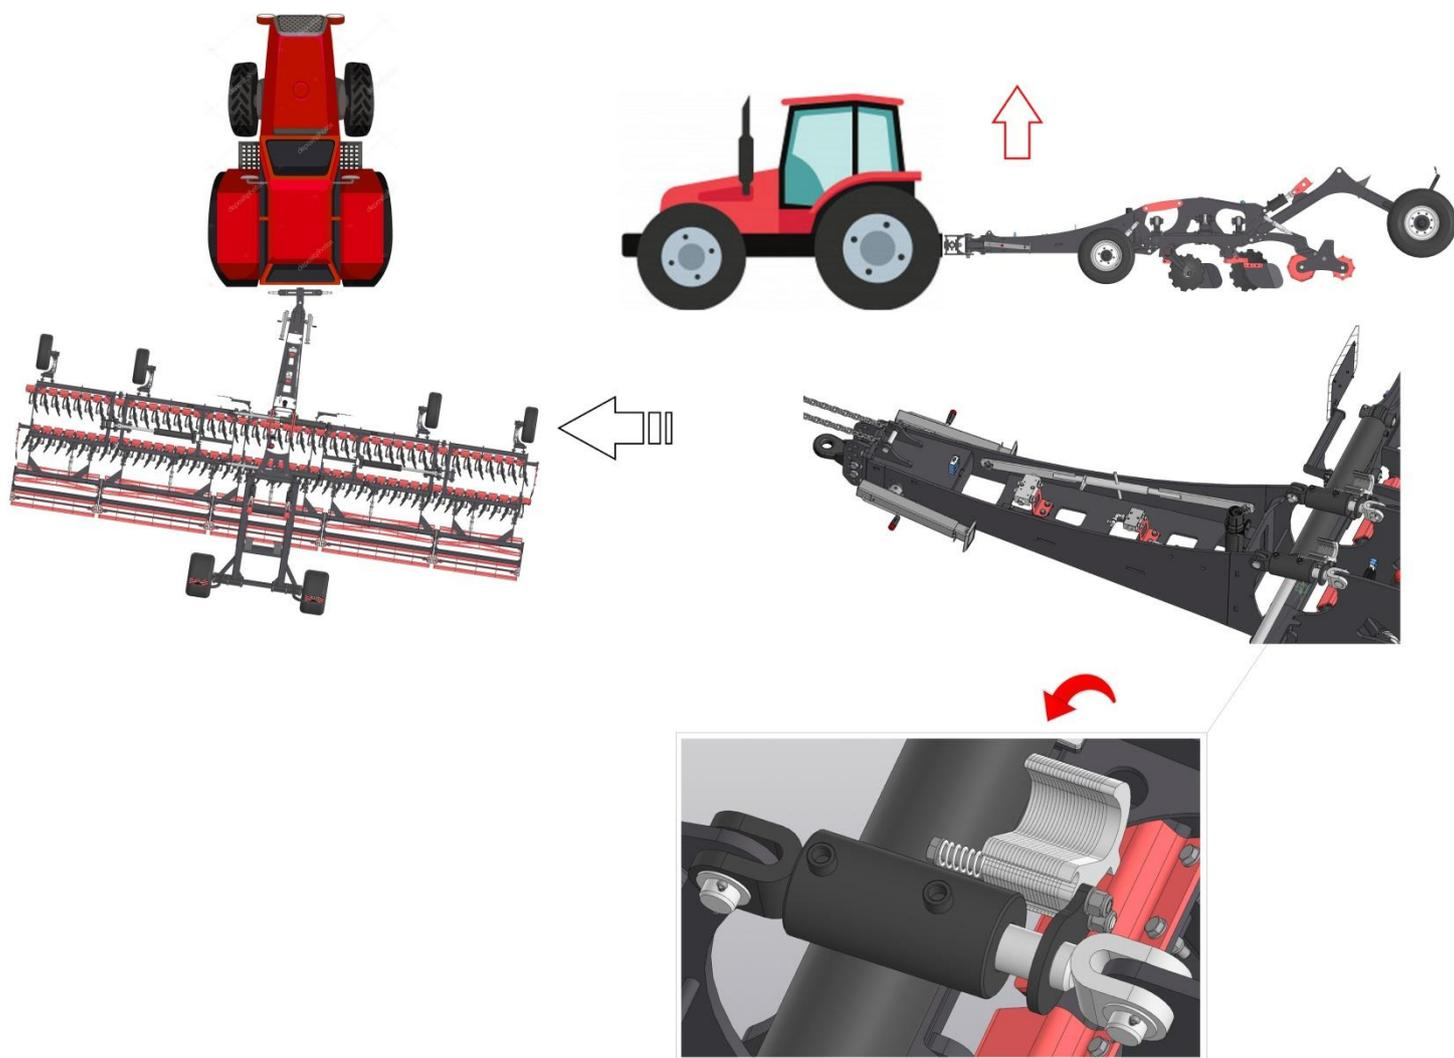

Рисунок 43 – Регулировка от увода бороны влево
2) Если дисковую борону при работе утягивает влево, это говорит о том, что передний ряд дисков работает глубже по сравнению с задним рядом. Чтобы решить данную проблему, необходимо с помощью задней навески трактора поднять переднюю часть бороны (рис. 43).
При установке **серьги** на прицепном устройстве, необходимо добавить необходимое количество проставок на штоке гидроцилиндра (рис. 43).